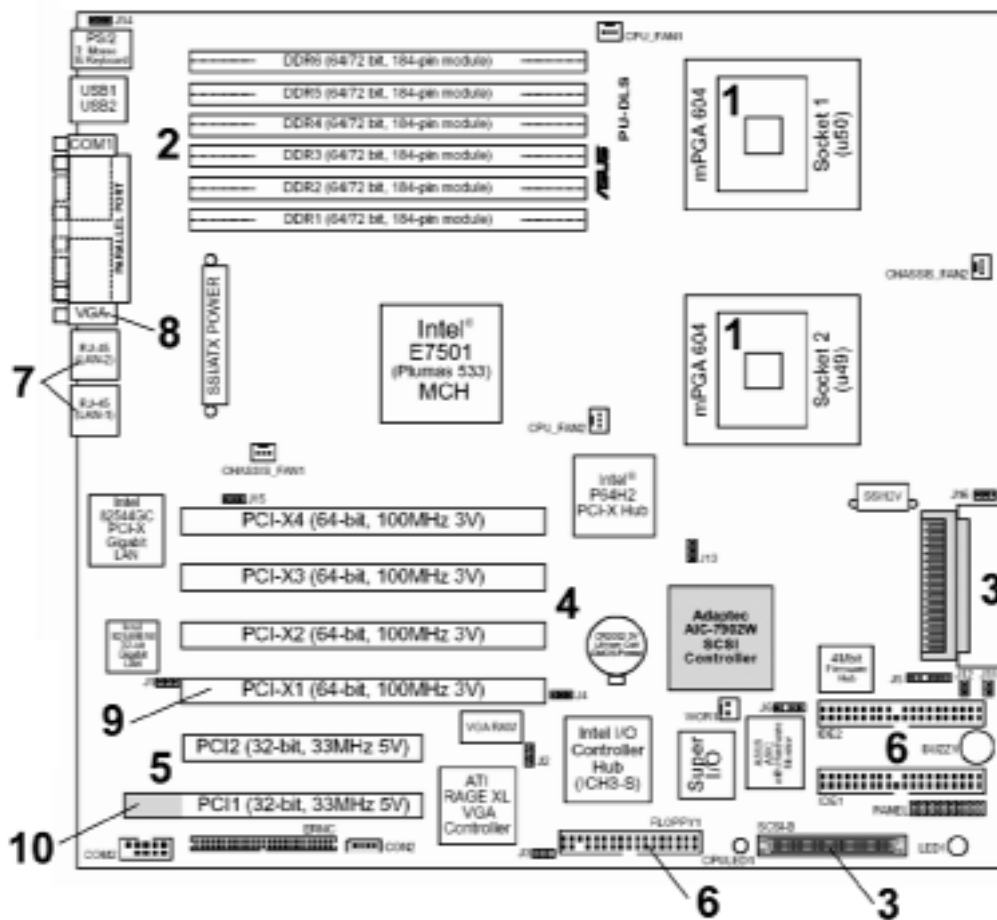

Abbildung 1.21 Motherboard für zwei Prozessoren (2). Vorzugsweise für Server
- Arbeitsspeicher: soviel wie möglich, so zuverlässig wie möglich. Die reine Datenrate ist demgegenüber weniger wichtig. Das Board von Abbildung 1.21 begnügt sich deshalb mit PC1600/PC2100. Es kommen aber Moduln mit Registerpufferung und Fehlerkorrekturbits zum Einsatz (ECC-Moduln).
- Netzwerkanschlüsse: viele, schnell, zuverlässig, einfach austauschbar. Solche Konfigurationen kann man praktisch nur mit Steckkarten aufbauen. Voraussetzung: genügend leistungsfähige Slots (z. B. PCI-X). Eingebaute Netzwerkanschlüsse werden typischerweise lediglich zu Verwaltungszwecken genutzt. Die „gewöhnlichen“ PCI-Slots sind u. a. dazu vorgesehen, spezielle Systemverwaltungskarten (Remote Management Cards) einzusetzen (vgl. die Positionen 5 und 6 in Abbildung 1.21).
Die Prozessoren haben wieder die Form von Schaltkreisen und werden in Steckfassungen (Sockets) eingesetzt. 1 - Prozessorbus; 2 - Brückenschaltkreis (North Bridge); 3 - Arbeitsspeicher-Subsystem (100 oder 133 MHz, SDRAM-DIMMs mit Registerpufferung); 4 - erster PCI-Bus (32 Bits, 33 MHz); 5 - zweiter PCI-Bus; 6 - Slots des ersten PCI-Bus; 7 - Ethernet-Steuerschaltkreis; 8 - Graphikcontroller; 9 - 64-Bit-Slots des zweiten PCI-Bus; 10 - 32-Bit-Slots des zweiten PCI-Bus; 11 - SCSI-Steuerschaltkreis. Der zweite PCI-Bus 5 kann mit 66 MHz betrieben werden (dann unterstützt auch der SCSI-Steuerschaltkreis 11 die Betriebsart Ultra 3 SCSI mit 160 MBytes/s). Es ist ein Vorläufer des Motherboards von Abbildung 1.21 - nach gleichen Grundsätzen ausgelegt^{*)}, aber mit seinerzeit verfügbaren Schaltkreisen aufgebaut.